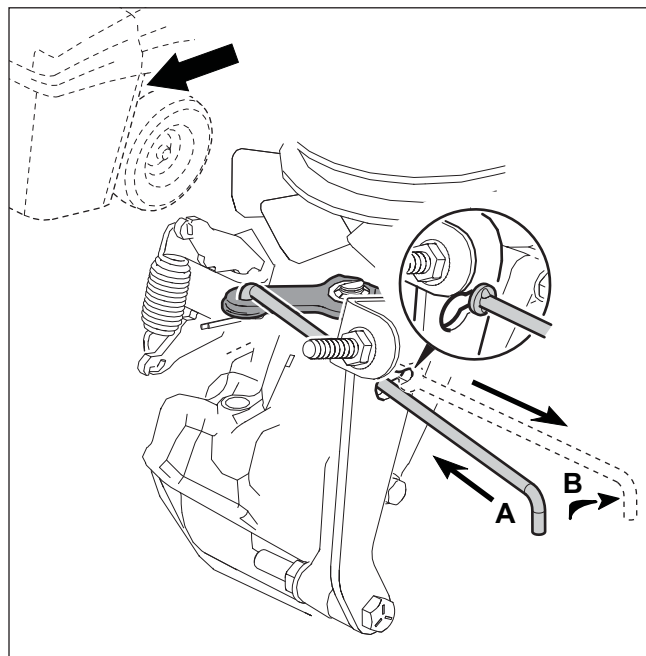

Figura 12
1. Il cambio automatico deve essere in posizione di GUIDA (vedere **A**, **Figura 12**).
2. Spostare e bloccare la sconnessione automatica del cambio nella posizione di SPINTA (vedere **B**, **Figura 12**). A questo punto la trasmissione è disimpegnata e l'unità può essere spinta.